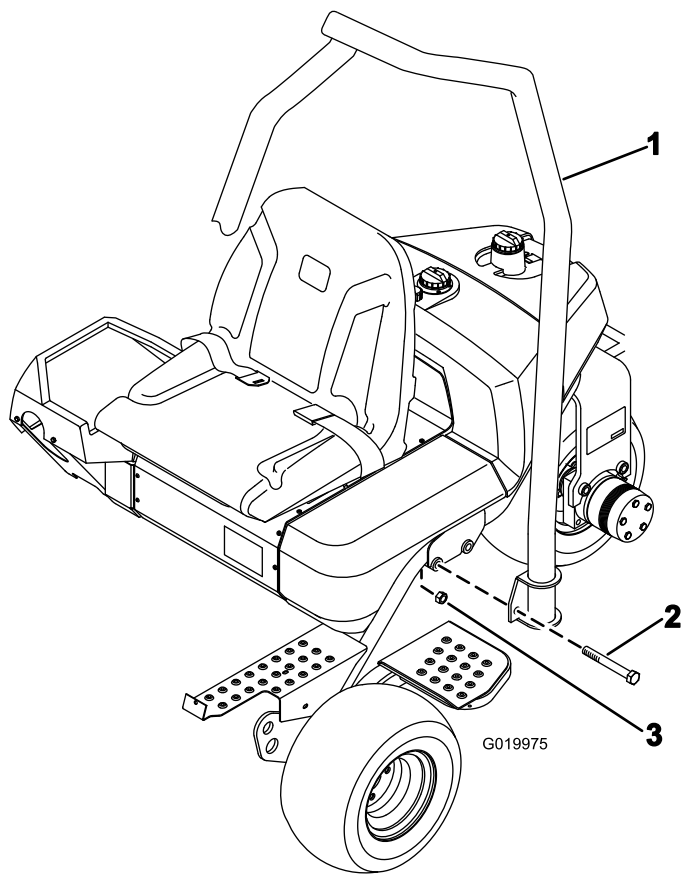

Figura 4
1. Coloque la barra antivuelco de manera que la parte superior del tubo esté curvada hacia la parte delantera de la máquina (Figura 4).
2. Baje la barra antivuelco sobre el bastidor, alineándolo con los taladros de montaje (Figura 4).
3. Sujete cada lado de la barra antivuelco al bastidor con 2 pernos ($\frac{5}{8}$ " x $4\frac{1}{2}$ "") y contratuercas, tal y se muestra en la Figura 4.